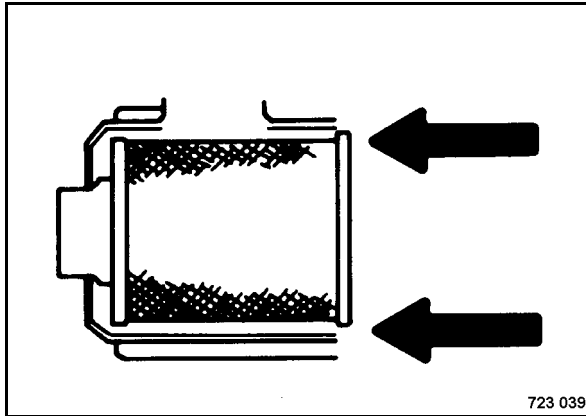

Fig. 218
- Instalar el elemento filtrante principal (Fig. 218).